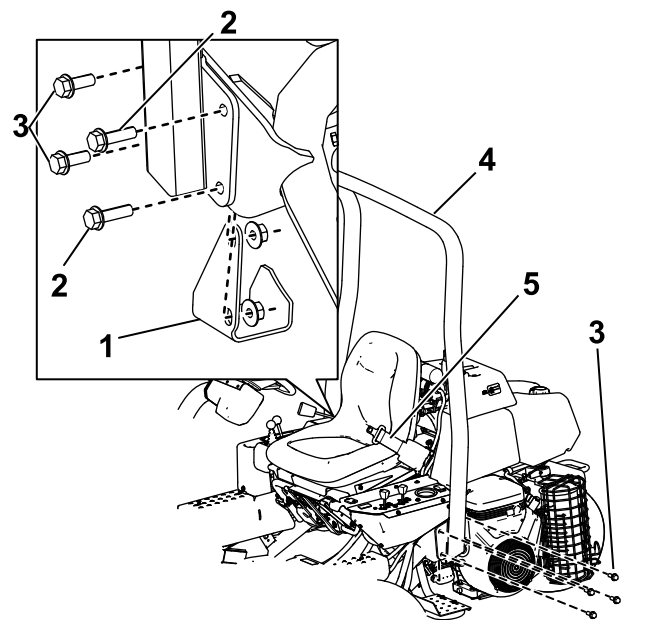

Figura 4
2. Baje la barra anti-vuelco (Figura 4) sobre los soportes de montaje, alineando los taladros de montaje.
3. Sujete cada lado de la barra antivuelco al soporte de montaje con 4 pernos ( $\frac{1}{2}$ " x  $1\frac{1}{2}$ " ) y contratuercas (Figura 4).
5. Sujete el lado derecho de la barra antivuelco y el apoyo del gato que retiró anteriormente al soporte de montaje con 2 pernos ( $\frac{1}{2}$ " x  $1\frac{1}{2}$ " ), 2 pernos ( $\frac{1}{2}$ " x  $1\frac{3}{4}$ " ) y contratuercas, según se muestra en la Figura 4.